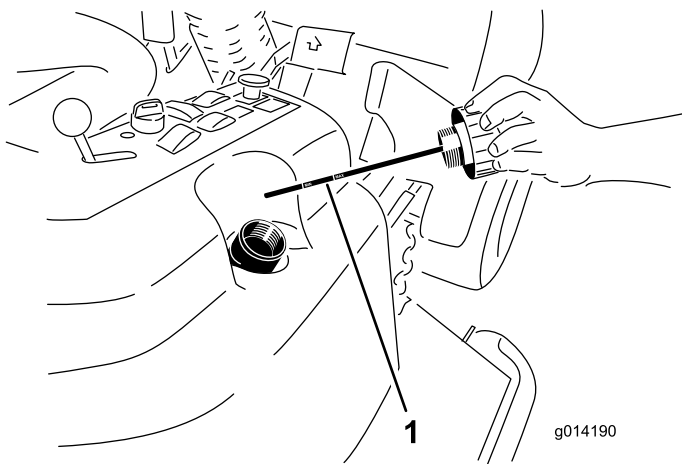

Figure 52
4. Enlevez le bouchon (Figure 52) du goulot de remplissage du réservoir hydraulique.
5. Retirez la jauge et essuyez-la sur un chiffon propre (Figure 52).
6. Vissez la jauge dans le goulot de remplissage, ressortez-la et vérifiez le niveau de liquide (Figure 52).